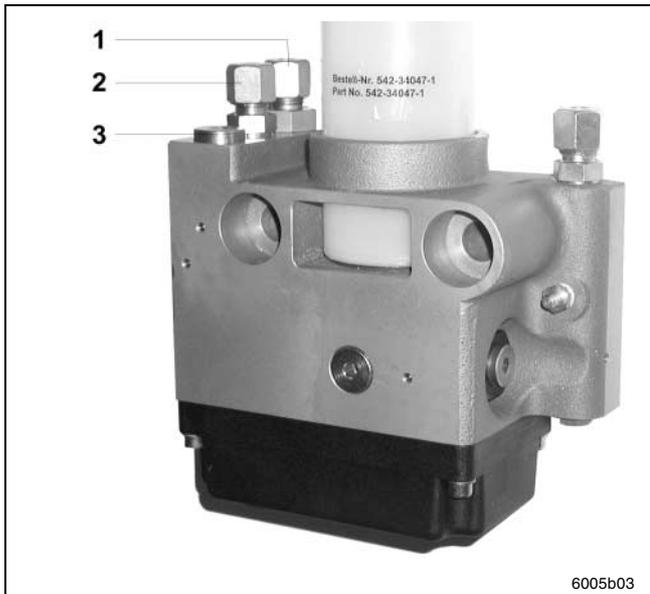

Abb. 2 Ölschlüsse der Pumpe HTL 101
- über den Druckanschluss P (Abb. 2, Pos. 1)
- über den Rücklaufanschluss (Abb. 2, Pos. 2) zum Hydrauliksystem des Trägergerätes zurück.
Über die verstellbare Einstelldrossel (Abb. 2, Pos. 3) lässt sich die Durchflussmenge des Hydrauliköls verändern. Damit verändert sich auch die Fördermenge der Pumpe. Die Drossel wurde mit einem Raster versehen. Dabei entsprechen acht Rasterschritte einer Umdrehung.
- ➔ Öffnen Sie die Abdeckkappe der Drossel (Abb. 2, Pos. 3)
Zum Verstellen der Feindrossel Hydraulikbetrieb abschalten. Die Feindrossel kann längere Zeit nach dem Abschalten des Hydraulikgerätes noch unter Druck stehen. Zuerst prüfen, ob der Druckanschluss P (Abb. 2, Pos. 1) drucklos ist. (Exzenterwelle dreht sich nicht mehr).